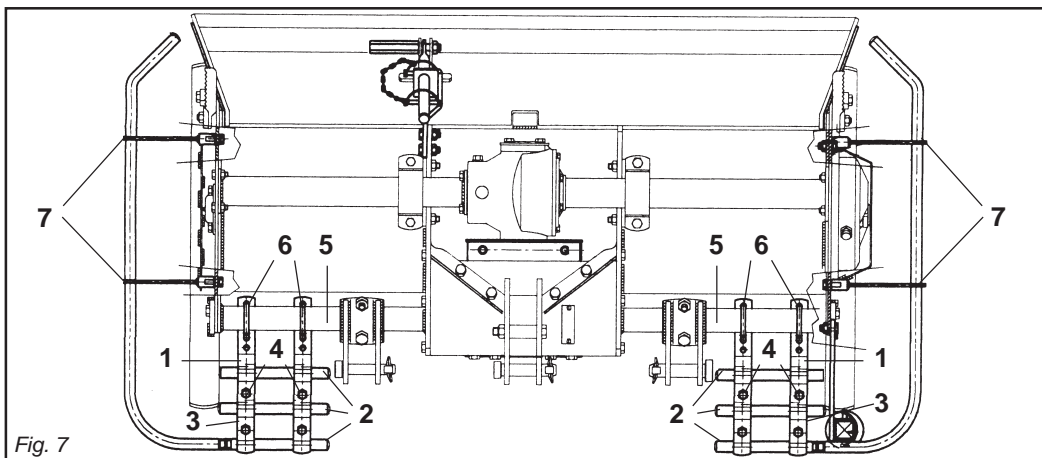

Fig. 7
- Il gruppo delle protezioni, composto dall'attacco (1 Fig. 7) che fa da fermo per i tubi (2 Fig. 7) bloccati dalla staffa (3 Fig. 7) e dalle viti (4 Fig. 7), è fissato al tubo quadro anteriore (5 Fig. 7) mediante i cavallotti (6 Fig. 7), e va posizionato uno a destra e uno a sinistra il più esternamente possibili.
- Lateralmente, su entrambe le fiancate, vanno fissate tramite le viti delle protezioni sagomate (7 Fig. 7).
- *The protection unit, consisting of the coupling (1 Fig. 7) that acts as a clamp for the pipes (2 Fig. 7) locked by the bracket (3 Fig. 7) and by the screws (4 Fig. 7), is fixed to the square front pipe (5 Fig. 7) by the U-bolts (6 Fig. 7) and should be positioned as far outwards as possible, one on the right and the other on the left.*
- *The shaped protections should be fixed laterally with screws to both the sides (7 Fig. 7).*
- Le groupe des protections, comprenant l'attelage (1 Fig. 7) qui sert de butée pour les tubes (2 Fig. 7) bloqués par la bride (3 Fig. 7) et par les vis (4 Fig. 7), est fixé au tube carré avant (5 Fig. 7) par des crampons (6 Fig. 7). Positionner une protection à droite et une à gauche, le plus possible à l'extérieur.
- Les protections galbées doivent être fixées latéralement, des deux côtés avec les vis des protections (7 Fig. 7).
- *Die Gruppe der Schutzvorrichtungen, die sich aus dem Anschluß (1 Abb. 7), der zur Arretierung für die Rohre (2 Abb. 7) dient, die durch den Bügel (3 Abb. 7) blockiert werden, und den Schrauben (4 Abb. 7) zusammensetzt, wird am vorderen Vierkantrrohr (5 Abb. 7) mit den U-Bolzen (6 Abb. 7) befestigt. Eine davon ist rechts und eine links, so weit wie möglich außen anzubringen.*
- *Seitlich auf den beiden Seitenteilen sind die geformten Schutzteile (7 Abb. 7) mit Schrauben zu befestigen. Um die besten Leistungen des Maschine zu erhalten, immer die folgenden Anleitungen beachten.*
- El grupo de las protecciones, compuesto por la conexión (1 Fig. 7) que funciona como bloqueo de los tubos (2 Fig. 7) bloqueados a su vez por el soporte (3 Fig. 7) y por los tornillos (4 Fig. 7), está fijado en el tubo cuadrado anterior (5 Fig. 7) mediante los pernos de U (6 Fig. 7) y debe ser emplazado uno a la derecha y uno a la izquierda lo más externamente posible.
- Lateralmente, sobre ambos lados, debemos fijar mediante los tornillos las protecciones molduradas (7 Fig. 7).